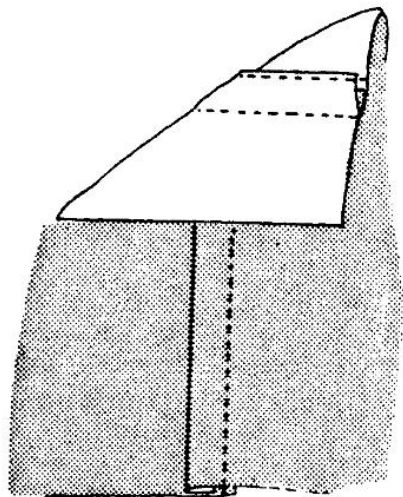

Рис. 82
4. Проложите строчку, скрепляющую деталь изделия и неподрезанный припуск шва, на расстоянии 5 мм от линии шва, так, чтобы подрезанный припуск оказался внутри, между деталью изделия и вторым припуском (рис. 82).